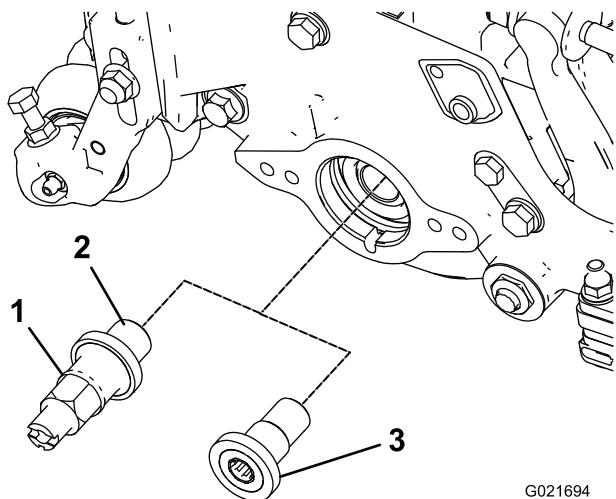

**Figura 8**
15. Usando la herramienta para el eje de transmisión del molinete, retire el inserto acanalado del extremo del motor del eje del molinete (Figura 8).
16. Instale el inserto de transmisión acanalado nuevo (más largo) en el eje del molinete (Figura 8). Aplique Loctite 242 (azul) a la rosca del inserto antes de la instalación. Apriételo a 115-128 Nm.
17. Llene el extremo del inserto con grasa multiuso (Figura 8).
19. Instale el inserto de transmisión acanalado nuevo (más largo) en el eje del molinete (Figura 8). Aplique Loctite 242 (azul) a la rosca del inserto antes de la instalación. Apriételo a 115-128 Nm.